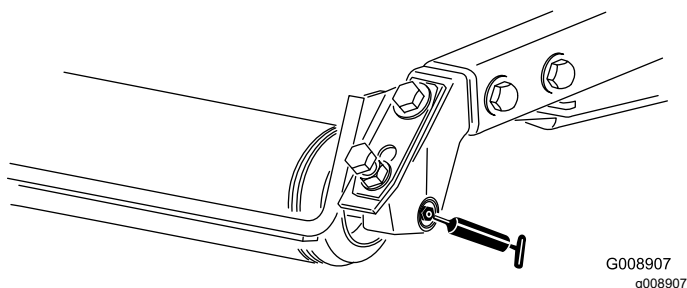

Figura 72
- Rolamentos do cilindro traseiro (2 por cada unidade de corte) – Figura 72